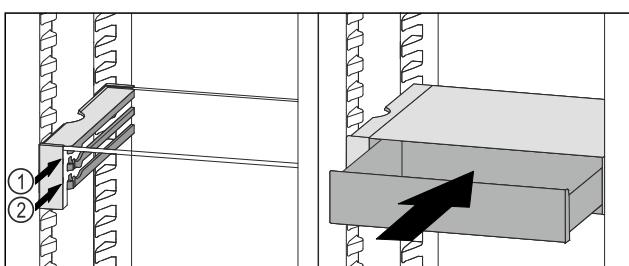

Fig. 130
- Zásuvku VarioSafe nasadte za zarážkami na požadovanom rebre Fig. 130 (1) alebo Fig. 130 (2).